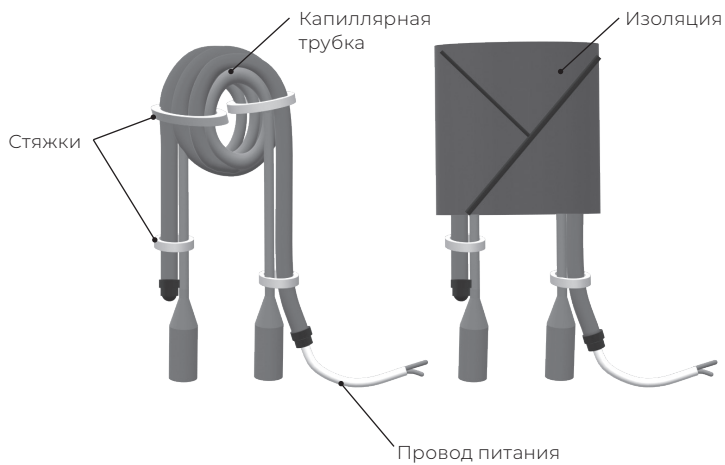

Рис. 9
- Монтаж осуществляется непосредственно на расширительное устройство – капиллярную трубку (как показано на рис. 9), либо дросселирующий элемент, в зависимости от конструктивных особенностей конкретной сплит-системы.
- При монтаже на капиллярную трубку, нагреватель оборачивается 2-3 раза вокруг капиллярной трубки, как показано на рис. 9. Чем больше оборотов, тем эффективнее будет нагрев.